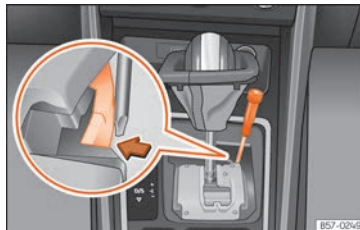

Abb. 57 Wählhebel: Notentriegeln aus der Parkstellung
- Drücken Sie seitlich mit Hilfe des Schraubendrehers auf die gelbe Entriegelungstaste und halten Sie sie gedrückt » » **Abb. 57**.
- Drücken Sie die Sperrtaste am Wählhebel (A) und bringen Sie den Wählhebel in Position **N**.